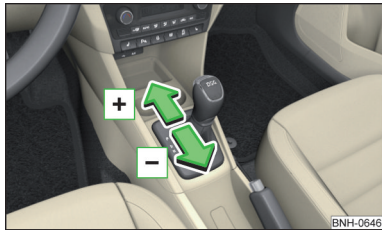

Fig. 191
- Pentru **cuplarea într-o treaptă de viteză superioară**, acționați maneta selectorului de viteze spre înainte **+** » fig. 191.
- Pentru **cuplarea într-o treaptă de viteză inferioară**, acționați maneta selectorului de viteze spre înapoi **-** » fig. 191.